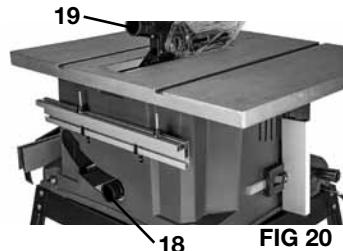

FIG 20
ORIFICE DE DÉPOUSSIÉRAGE (FIG 20, 21)
Cette scie est équipée d'un collecteur de sciure de bois amovible (18) sous la lame de scie et une goulotte à poussière (19) sur le protège-lame. Voir la figure 20. Un système de collecte de poussière peut être fixé à l'une ou aux deux chutes de poussière pour aider à éliminer la sciure de la zone de travail.